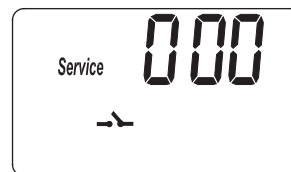
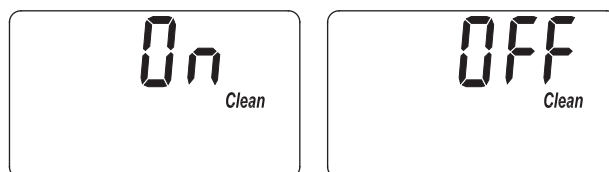
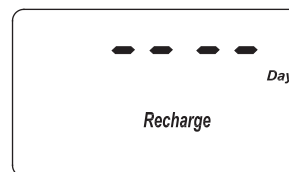
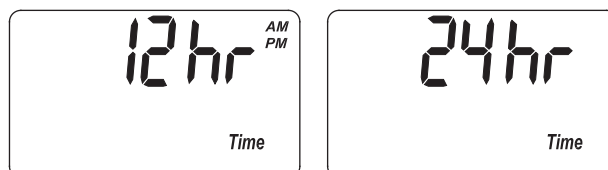

FIG. 27
FIG. 28
FIG. 30
FIG. 31
1. Appuyez sur le bouton PROGRAM (programmer) et maintenez-le enfoncé jusqu'à ce que l'écran de la figure 27 s'affiche. Une fois l'écran affiché, appuyez deux fois sur le bouton PROGRAM (programmer) et l'un des deux écrans de la figure 28 s'affichera.
1. Appuyez sur le bouton PROGRAM (programmer) et maintenez-le enfoncé jusqu'à ce que l'écran de la figure 27 s'affiche. Une fois l'écran affiché, appuyez trois fois sur le bouton PROGRAM (programmer) et l'écran de la figure 29 s'affichera.
1. Appuyez sur le bouton PROGRAM (programmer) et maintenez-le enfoncé jusqu'à ce que l'écran de la figure 27 s'affiche. Une fois l'écran affiché, appuyez quatre fois sur le bouton PROGRAM (programmer) et l'écran de la figure 30 s'affichera.
1. Appuyez sur le bouton PROGRAM (programmer) et maintenez-le enfoncé jusqu'à ce que l'écran de la figure 27 s'affiche. Une fois l'écran affiché, appuyez cinq fois sur le bouton PROGRAM (programmer) et l'un des deux écrans de la figure 31 s'affichera.